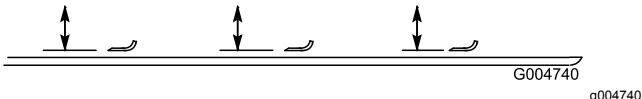

Bild 115
2. Drehen Sie die Messer, bis die Enden nach vorne und hinten zeigen und messen Sie von der Innenseite des Mähwerks bis zur Schnittkante an der Vorderseite des Messers (Bild 115).